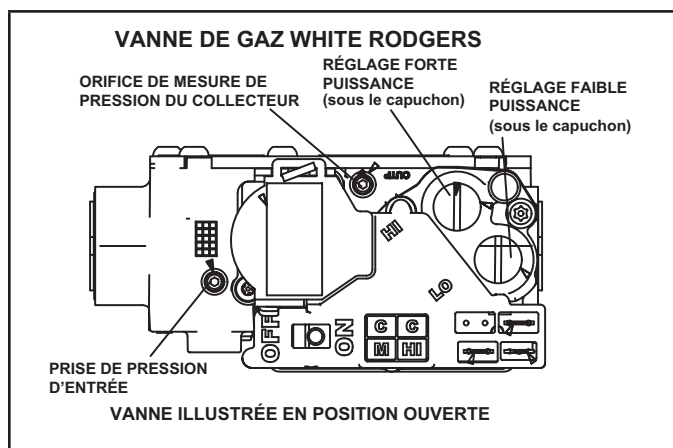

FIGURE 63
Fonctionnement de la vanne de gaz (FIGURE 63)
- 6 - Mettez le contacteur de la vanne de gaz sur « OFF ». Reportez-vous à la FIGURE 63.
- 8 - Mettez le contacteur de la vanne de gaz sur « ON ». Reportez-vous à la FIGURE 63.
Une connexion située sur la vanne de gaz permet d'accéder à la pression d'alimentation. Reportez-vous à la FIGURE 63. Dévissez la vis à tête hexagonale de 3/32 d'un tour, branchez un tube de 5/16 po et branchez un manomètre pour mesurer la pression d'alimentation. Reportez-vous au TABLEAU 25 pour la pression de la conduite d'alimentation.
Une connexion située sur la vanne de gaz permet d'accéder à la pression du collecteur. Reportez-vous à la FIGURE 63. Dévissez la vis à tête hexagonale de 3/32 d'un tour, branchez un tube de 5/16 po et branchez un manomètre pour mesurer la pression du collecteur.
- 5 - Au besoin, faites les ajustements nécessaires. La FIGURE 63 indique l'emplacement des vis de réglage des puissances mini et maxi.